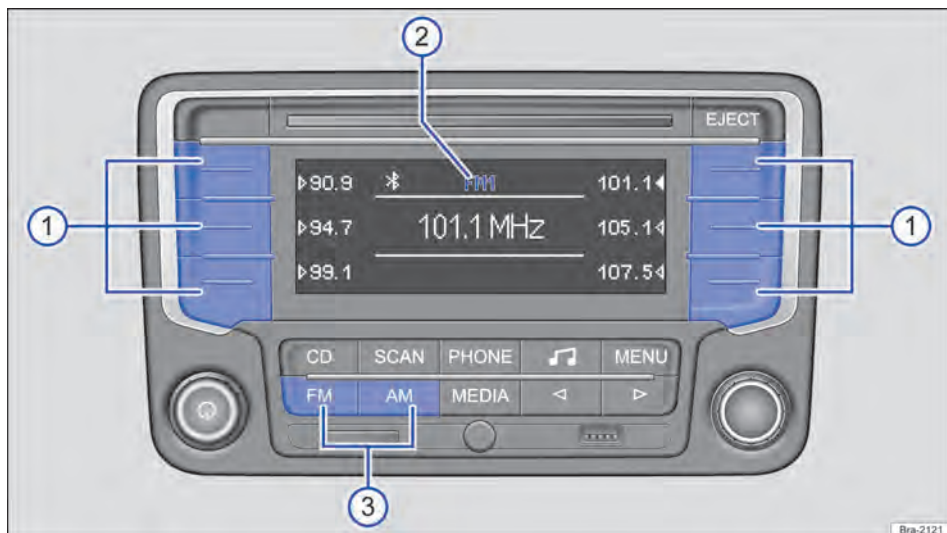

Fig. 141 Selecionar a faixa de frequências e o nível de memória.
Pressionar o botão do aparelho **FM** ou **AM** → Fig. 141 ③ até que seja exibido o nível de memória desejado → Fig. 141 ②.
Ao trocar os níveis de memória, as frequências das estações de rádio salvas são exibidas ao lado dos botões das estações Fig. 141 ①.